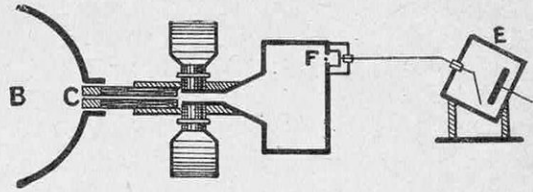

FIG. 4. — LE SECOND APPAREIL DE SIR J.-J. THOMSON
J.-J. Thomson a résolu ce nouveau problème en modifiant son appareil comme l'explique la figure 4 : la chambre de mesure porte une fente  $F$ , derrière laquelle se trouve un cylindre de Faraday relié à un électroscope  $E$  ; on fait défiler devant cette fente les pinceaux de rayons positifs correspondant aux divers isotopes ; chacun d'eux apporte à l'électroscope une charge électrique proportionnelle au nombre des particules qui le constituent ; ainsi, l'un des pinceaux du néon étant neuf fois plus actif que l'autre, on conclut que le gaz contient 90 % de l'isotope 20 et 10 % de l'isotope 22. De même, le chlore est formé par un mélange de 78 % d'isotope 35 avec 22 % d'isotope 37.